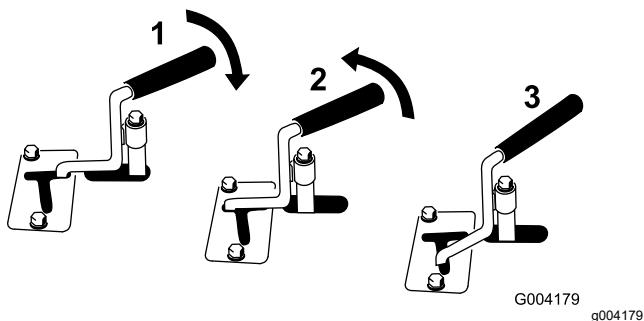

Figure 12
- Pour utiliser un accessoire hydraulique en avant, tournez le levier de commande en arrière et abaissez-le jusqu'à la barre de référence (Figure 12, repère 1).
- Pour utiliser l'accessoire hydraulique en arrière, tournez le levier de commande hydraulique auxiliaire en arrière, puis poussez-le vers la gauche dans le cran supérieur (Figure 12, repère 2).
**Remarque:** Si vous relâchez le levier alors qu'il est en position de fonctionnement AVANT, il revient automatiquement en position POINT MORT (Figure 12, repère 3). S'il est en position de fonctionnement ARRIÈRE, il reste dans cette position jusqu'à sa sortie du cran.